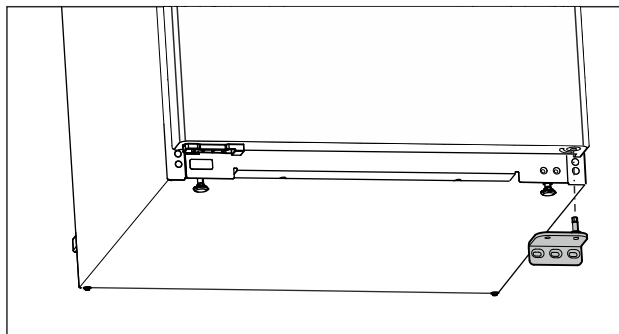

Fig. 12
- ▶ Retirer le support de palier vers le bas. (voir Fig. 12)